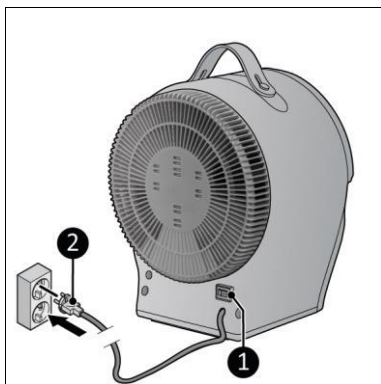

Figure 7
4. Assurez-vous que le commutateur MARCHE/ARRÊT est en position ARRÊT (figure 7, pos. 1).
1. Assurez-vous que le commutateur MARCHE/ARRÊT est en position ARRÊT (figure 7, pos. 1).